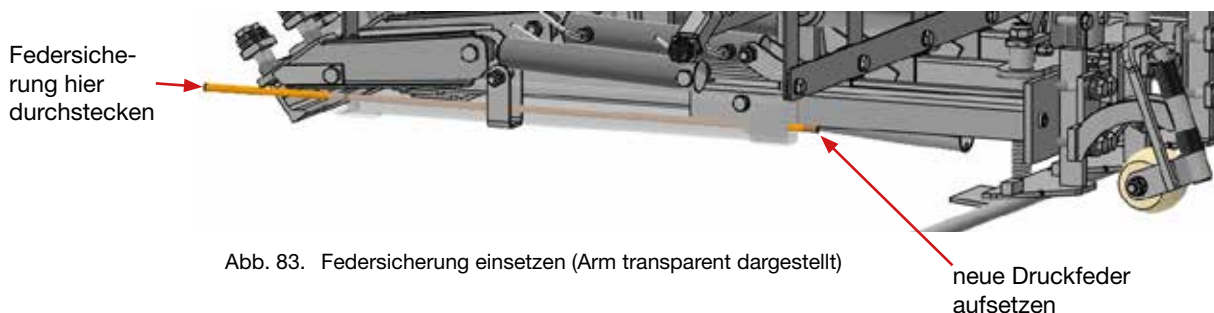

Abb. 83. Federsicherung einsetzen (Arm transparent dargestellt)
7. Federsicherung des Spezialwerkzeugs von der beweglichen Seite aus in den Arm schieben (s. Abb. 83)
8. neue Druckfeder aufsetzen (s. Abb. 83)